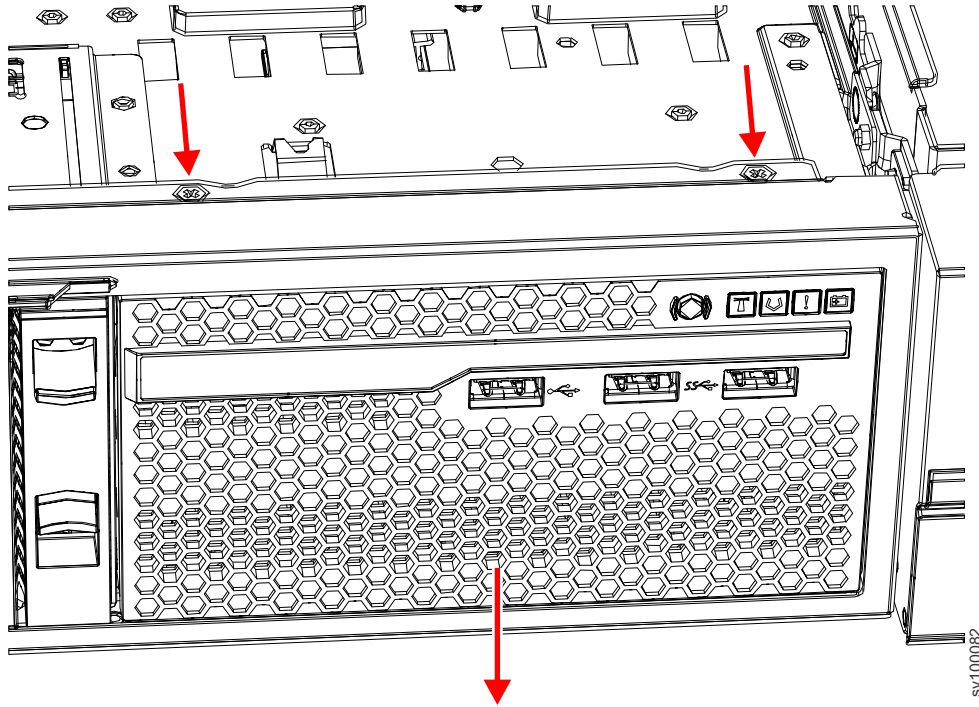

图 161. 卸下 2145-SV1 操作员信息面板组合件
2. 从组合件顶部卸下两颗螺钉，如第 194 页的图 161 中所示。
3. 从后往前推操作员信息面板组合件（如图 161 中所示）直至其伸出节点前部。